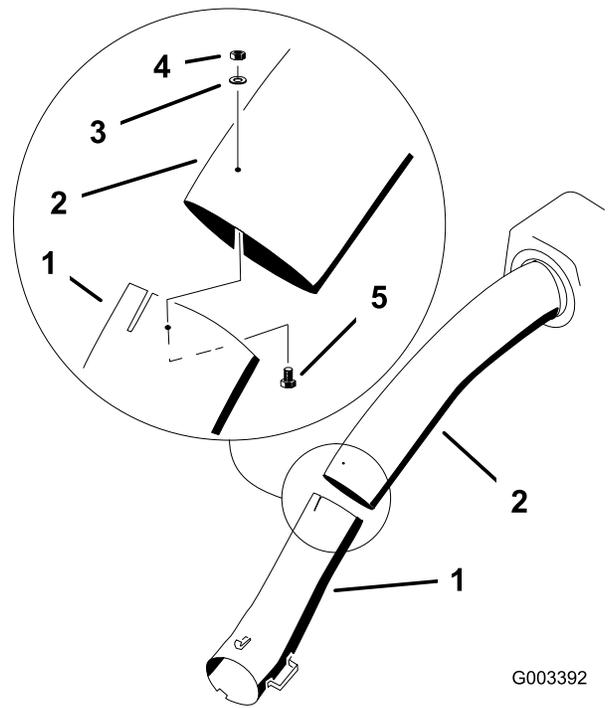

Figura 53
13. Una los tubos superior e inferior con pernos (N° 10 x 3/4"), arandelas planas, y 3 contratuercas, según se muestra en la figura Figura 53.